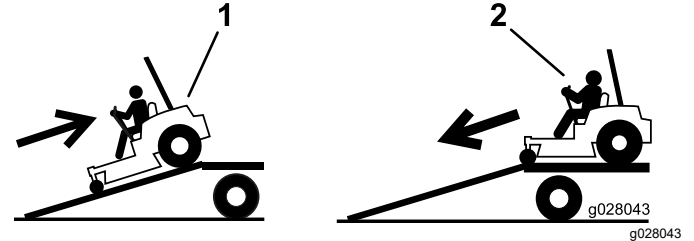

Figure 36
2. Descendez la rampe en marche avant (Figure 36).